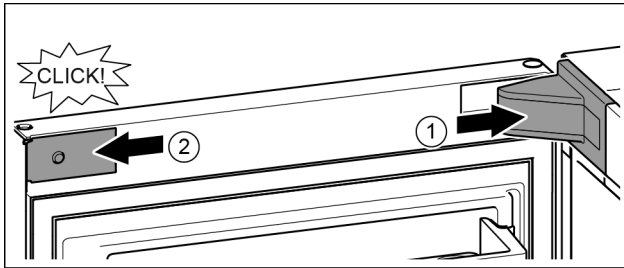

Fig. 22
- ▶ 放上并插入托架盖，如有必要小心地按压分开。 Fig. 22 (1)
- ▶ 将隔板放置到侧面并插入。 Fig. 22 (2)